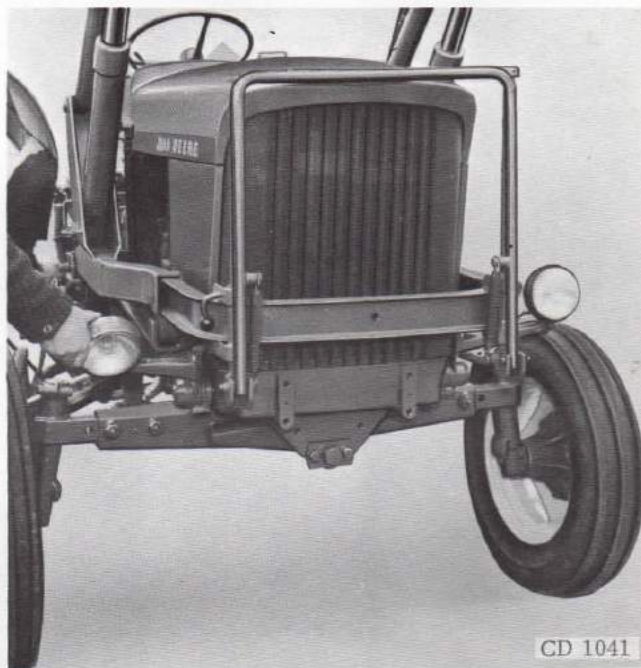

Fig. 18 - Phares et béquille en position relevée
12. Replier la béquille et la fixer à l'aide du dispositif de blocage (fig. 18).
13. Relever les phares (fig. 18). (tracteurs 303-505 seulement).
11. Relever les phares (fig. 18). (tracteurs 303 et 505 seulement).